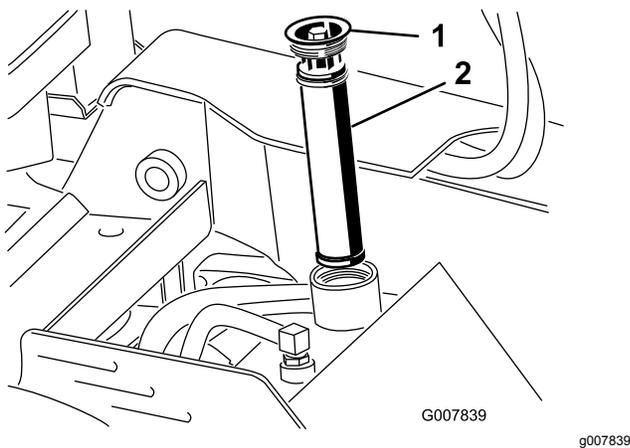

図 19
5. 油圧オイルタンクの注油口周辺とキャップをきれいに拭き、ソケットレンチで補給口からキャップとフィルタを外す 図 19。